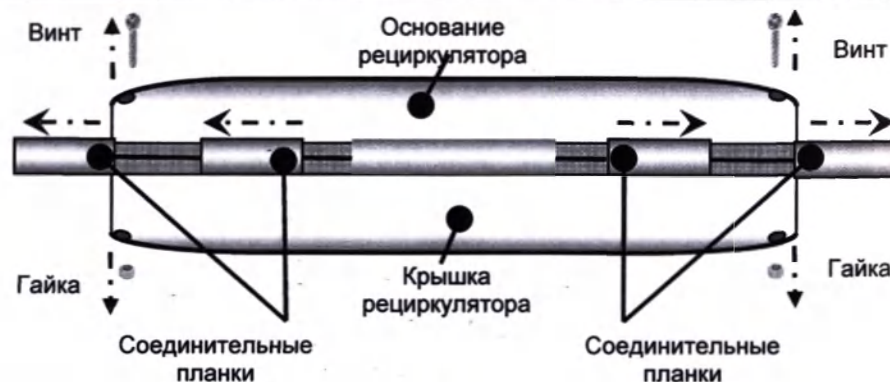

Рис.8
- Расположить рециркулятор на ровной горизонтальной поверхности на крышку (Рис.8).
- Открутить 2 винта с гайками (расположены по диагонали), соединяющие крышку и основание рециркулятора (рис.8).
- Сдвинуть и снять соединительные планки по боковым сторонам рециркулятора (рис.8).